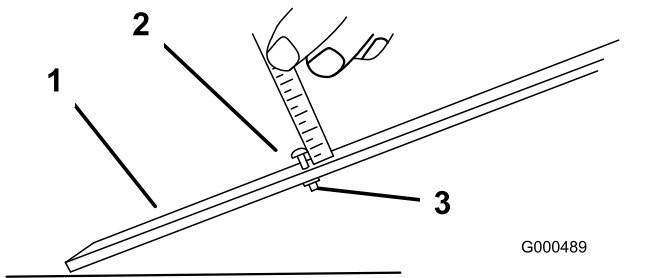

图 9
1. 松开调刀尺上的螺母并将调节螺栓设定为所需的剪草高度 图 9。